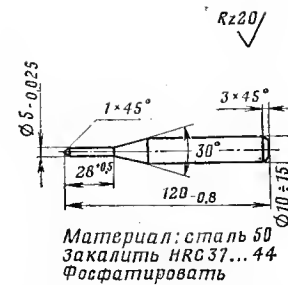

Рис. 61. Временная ось защелки магазина
- Временная ось защелки магазина, рис. 61.